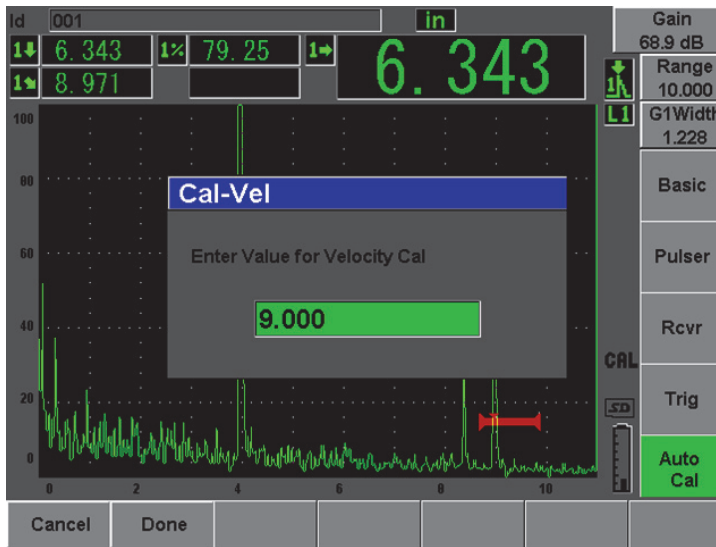

Рис. 10-23 Введение значения толщины для калибровки скорости
10. Как только появится устойчивое значение, выберите **Auto Cal > Cal-Vel** (Автокалибровка - Калибровка скорости). Изображение на экране фиксируется, и появляется всплывающее окно **Enter Value for Velocity Cal** (см. Рис. 10-23 на стр. 190).